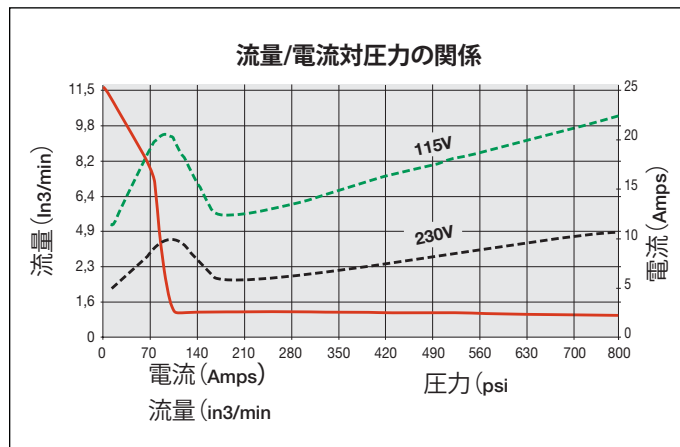

図1 流量図
3.2 F流量図 (図1参照)
*実際の消費電力は、用途によって異なります。図1を参照してください。
1. 絶縁および配線回路の保護はお客様が行ってください。ライン回路保護機能は、最大使用圧力におけるモーターの最大電流の115%に設定しなければなりません(図1参照)。